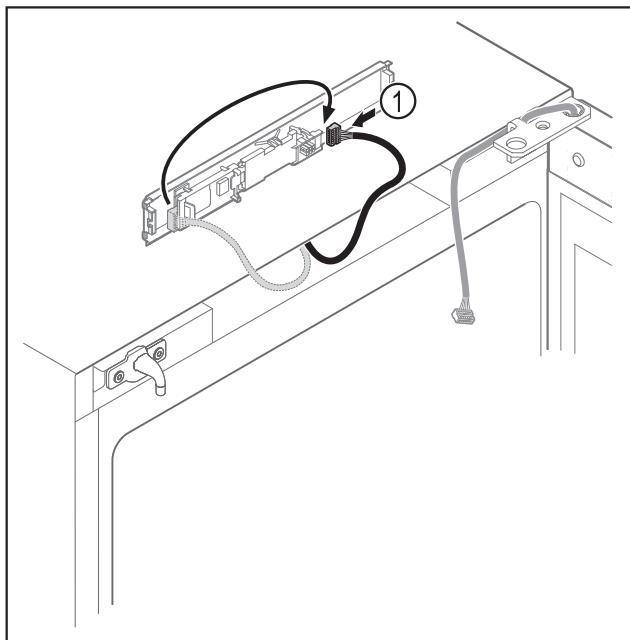

Fig. 17
- Vuelva a conectar el conector Fig. 17 (1) a la placa de circuitos.